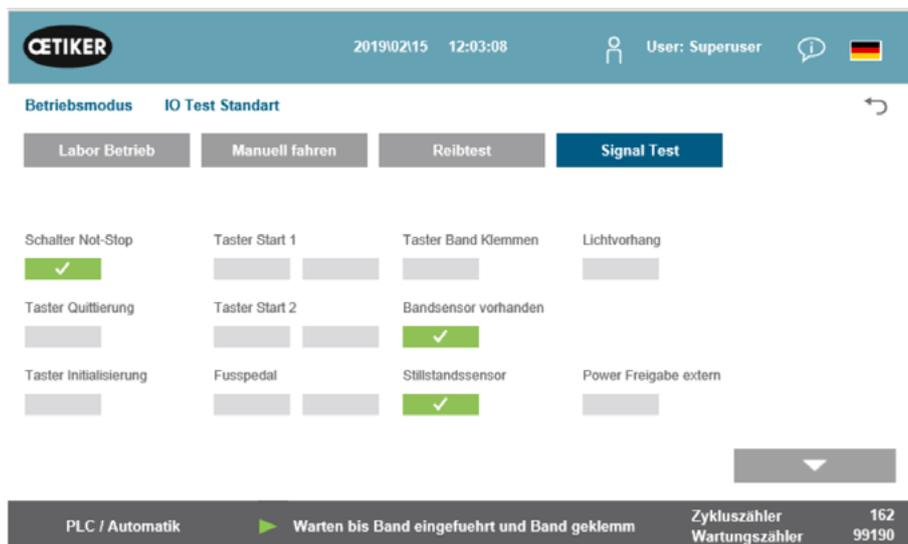

Fig. 2 Prueba IO
- En la prueba IO (Fig. 2) se puede comprobar el funcionamiento del relé de seguridad.